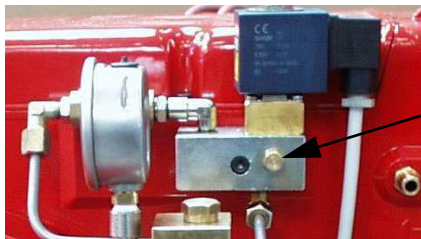

Fig. 29
- 9 La presión de alimentación de la boquilla ya es previamente calibrada en fábrica y no debe ser modificada. Sólo si fuera necesario, regular la presión de alimentación (véase apartado correspondiente) de la siguiente manera: colocar un manómetro en la posición indicada en Fig. 29 intervenir en el tornillo de regulación **VR** de la bomba (véase Fig. 28) hasta obtener una presión en la
- 10 para obtener el caudal máximo del aceite, regular la presión (leyendo el valor en el manómetro PG), sin modificar el caudal de aire establecido durante la calibración en funcionamiento con gas (véase apart. anterior): controlando siempre los valores de combustión, intervenir en el tornillo del sector variable correspondiente al aceite **SV2** (véase Fig. 29) una vez alcanzada la posición de llama alta.